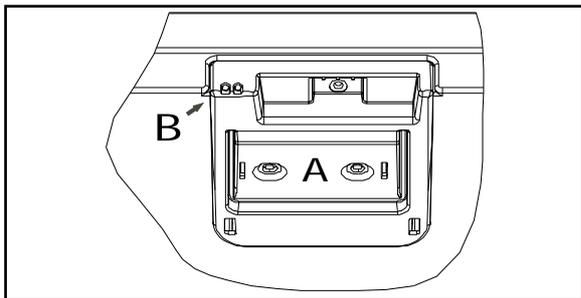
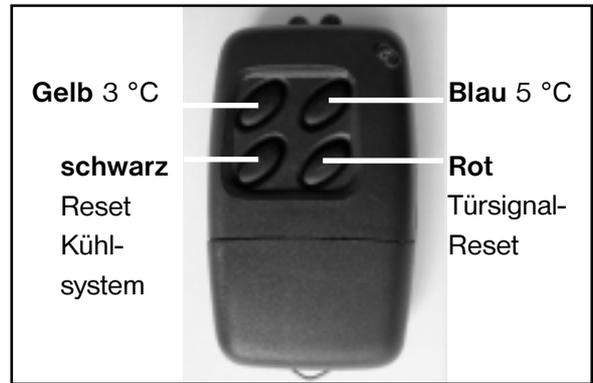

Abbildung 6.
Abbildung 8.
8.2. Innenbeleuchtung (Abb. 6.)
2. Setzen Sie anschließend das Türsignal zurück, indem Sie die Fernbedienung (Abb. 8) auf den Türsensor richten und die rote Taste drücken (Abb. 6 B).